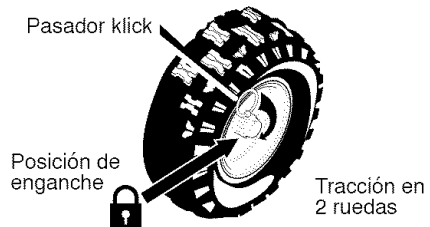

Figura 47
1. La rueda del derecho va asegurada al eje por medio de un pasador de enganche (**pasador klick**). Esta unidad fue despachada con el pasador en la **posición de enganche** (a través del agujero de la rueda). Figura 47.